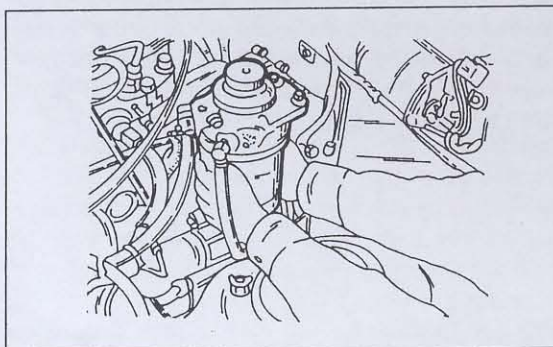

Bild 193
- Den Filter mit beiden Händen erfassen, wie es in Bild 193 gezeigt ist und ihn vom Filtersockel abschrauben. Der Wasserstand-Warn-